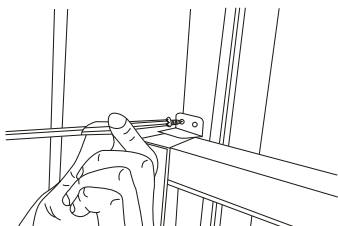

Fig. 9
C. Pour fixer le châssis en place, fixez le verrou du châssis avec une vis de 3/4 ou 1/2 po (19 ou 12,7 mm), comme démontré (fig. 9).